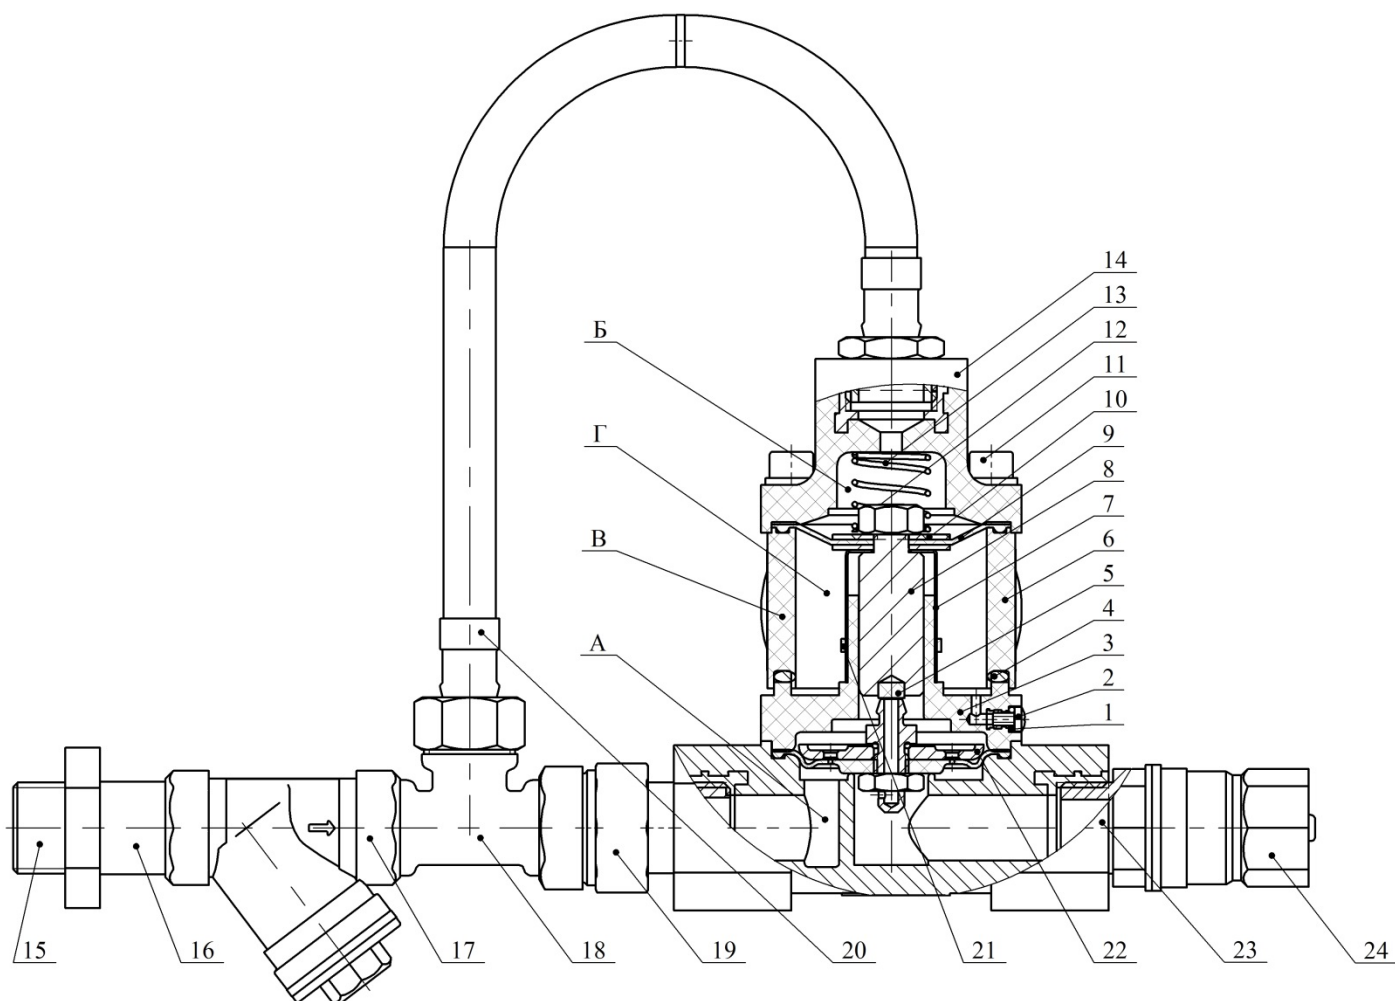

Рисунок 1 - Акселератор
6.1 Подсоединить акселератор к побудительной магистрали узла управления спринклерного воздушного через присоединительный патрубком 15 (рисунок 1).
8.6.2 Снять фильтрующий элемент фильтра 17 (рисунок 1), удалить возможные загрязнения;
8.6.3 Снять крышку акселератора 14 (рисунок 1), удалить возможные загрязнения;